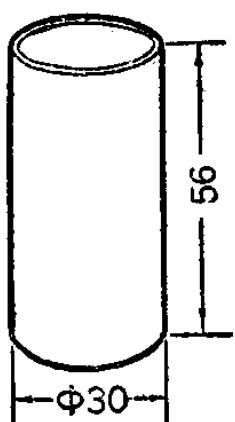

图 5-3
1. 制鋅筒：购买 0.3—0.6 毫米厚的純鋅皮，做成几个直径为 30 毫米、长 56 毫米的連底鋅筒，如图 5-3。如鋅皮不易买到，可以把旧干电池上的鋅皮外壳剥下来洗净，再熔制成鋅皮。熔制方法是用鐵鍋盛废鋅，用火加热熔化，再做一个木框或竹框，放在較平的砖上，等鋅完全熔化后倒入即成鋅片。如嫌鋅片太厚，可以用锤敲薄。